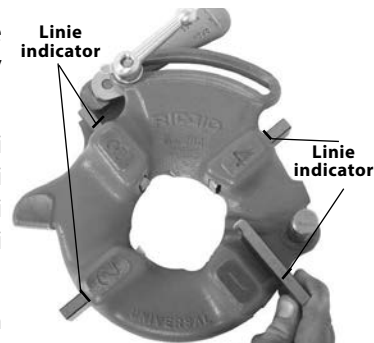

Figura 6 – Inserare cuțite-filieră
4. Ridicați limba șaibei în afara fantei barei de gabarit. Deplasați șaiaba la capătul fantei (Figura 6).
6. Inserați filierele potrivite în capul-filieră, cu marginea cu cifrele în sus, până când linia indicatorului este aliniată cu marginea capului (vezi Figura 6). Numerele de pe cuțitele-filie-